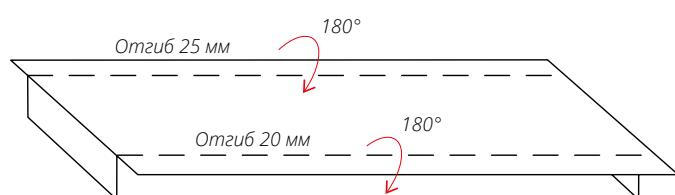

Рис. 11
- Наращивание Панели под конек производится по технике прямых-обратных отгибов. Подготовьте для наращивания Панель под конек, как показано на рис. 11. Зацепите подготовленную Панель под конек с верхней планкой юбки, обработайте киянкой линию стыка, закрепите Панель к дополнительным доскам обрешетки саморезами 4,8\*29.